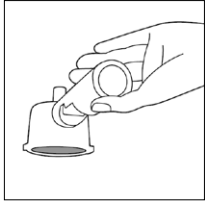

Figura 19
- El clip retenedor del filtro debe estar en posición hacia atrás (Figura 19) cuando se instala el portafiltro en la unidad.